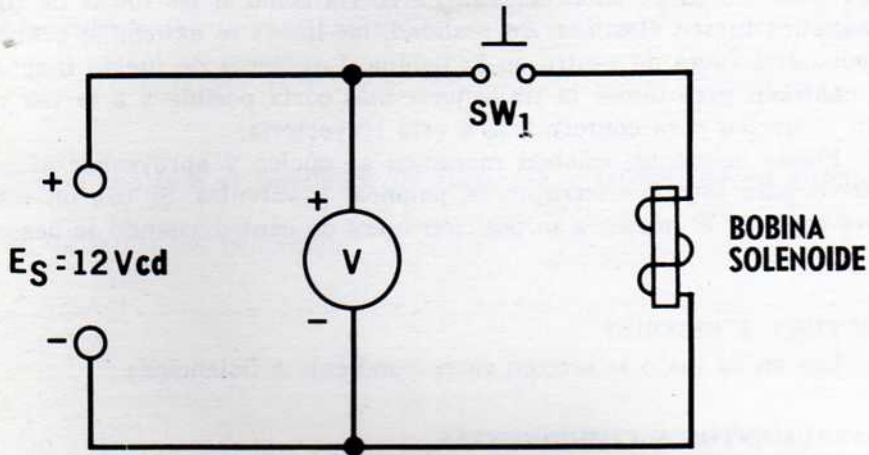

Fig. 27-1
1. Fije la montura de la bobina sobre la placa de base y coloque la bobina pequeña en aquella. Inserte el núcleo de hierro aproximadamente a la mitad del camino de la bobina. Asegúrese de que pueda abrirse el dispositivo de seguro de la bobina. Conéctela en serie con el interruptor de botón N.A., a una fuente de energía de 12 volts de cd. Vea la Fig. 27-1. Oprima el interruptor y observe la acción del núcleo. Repita esto último varias veces.